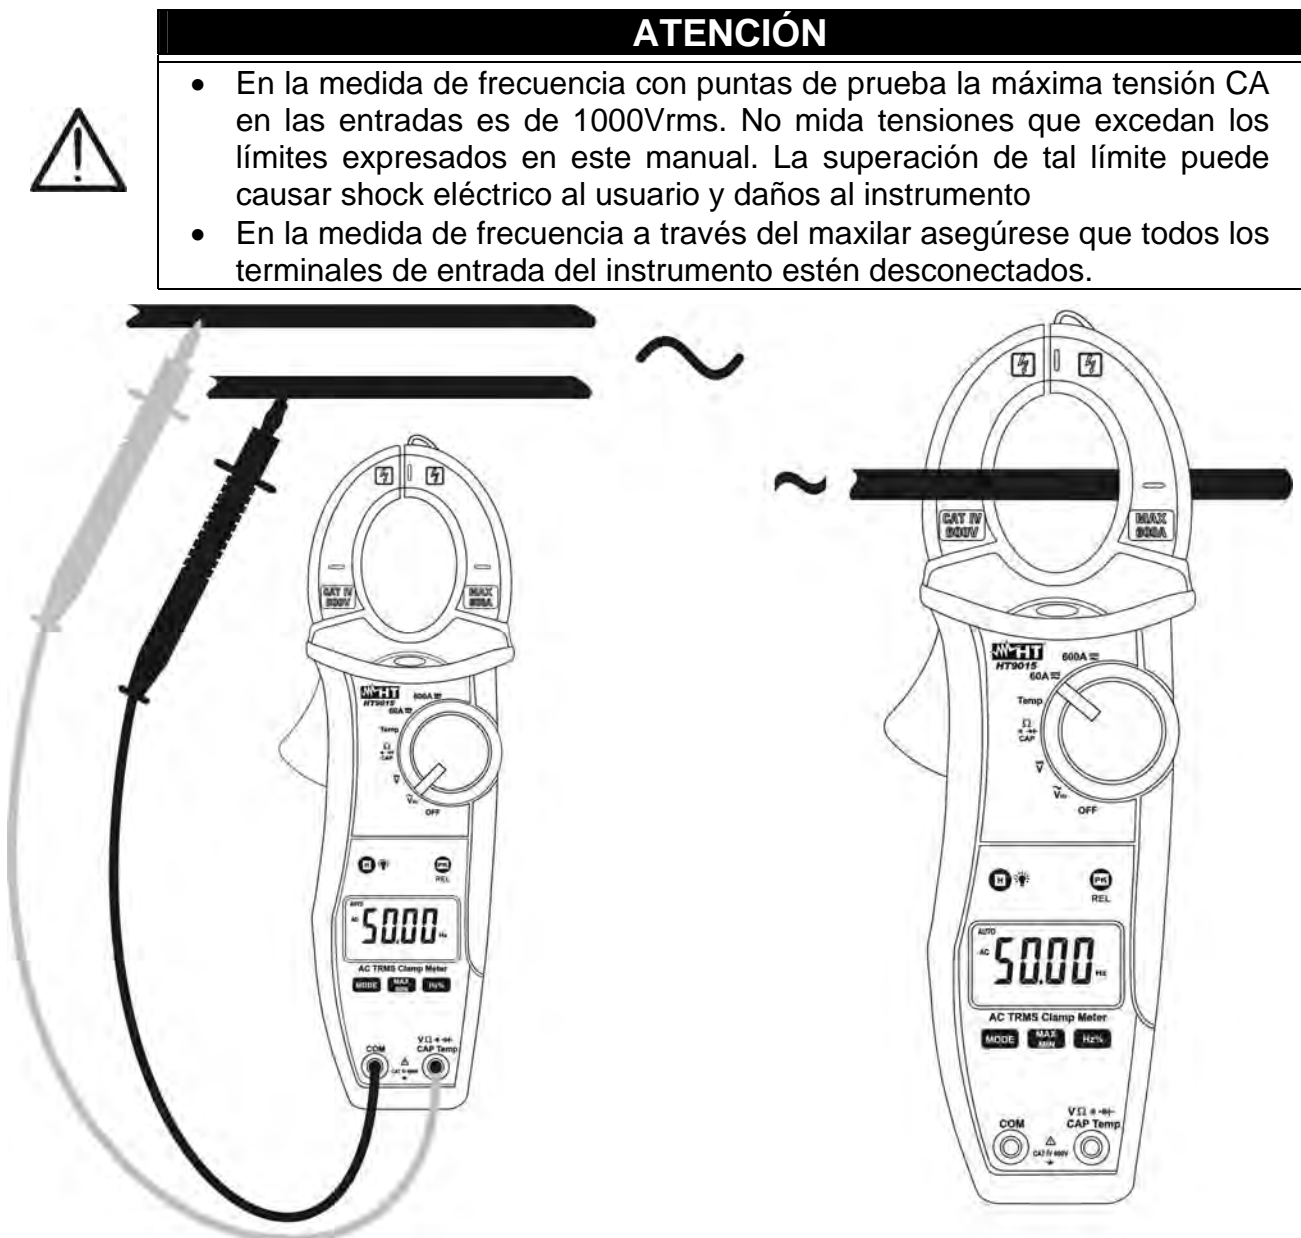

Fig. 10: Uso de la pinza para medidas de Frecuencia y Duty Cycle
3. Inserte el cable rojo en el terminal de entrada  $V\Omega\sim\rightarrow CAPHz\%Temp$  y el cable negro en el terminal de entrada **COM** (Fig. 10 – parte izquierda) para medidas de frecuencia con puntas. Inserte la pinza sobre el conductor (Fig. 10 – parte derecha) para medidas de frecuencia con maxilar. El valor de la frecuencia (Hz) o del duty cycle (%) es mostrado en el visualizador. En la medida de frecuencia y duty cycle la barra gráfica analógica está desactivada.